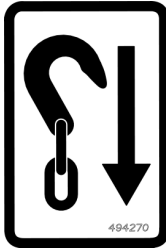

Рис. 1.12
- 8 Закрепите машину с помощью подходящих крепежных средств в соответствии с действующими правилами. Крепежные средства необходимо прикреплять к машине в местах, обозначенных табличками; см. “Рис. 1.12 ” на стр. 13.